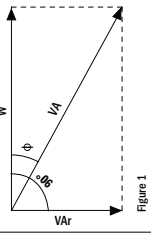

Figure 1
Alle Entladungslampen, wie z.B. die Leuchtstofflampen, Queckalberho- chentladungslampen, Naturumladungslampen, Halogenmetallampent- ladungslampen usw. benötigen für ihres Betreiben die Vorschaltgeräte (Drosselspule) oder Transformatoren. Diese Einrichtungen sind im Grunde induktiv. Wenn die Entladungslampe eingeschaltet ist, nimmt sie die Schien- leistung von dem Netz aus. Diese Schienleistung (VA) hat zwei Bestandteile: einer ist die aktive Energie (W), in Wirklichkeit wird die von der Lampe zur Be- leuchtung verbraucht, zweiter ist die Reaktionsenergie (VAR), die den elektro- magnetischen Kreis des Vorschaltgerätes versorgt. Der Leistungsfaktor ist ein Verhältnis der aktiven Energie (W) zur Schienleistung (VA) (Abbildung 1).
All discharge lamps, such as fluorescent lamps, high pressure mercury vapour lamps, sodium lamps, metal halide lamps, etc., require ballasts (chokes) or transformers for their operation. These devices are inductive in nature. When a discharge lamp is switched on, it draws apparent power from the mains. This ap- parent power (VA) has two components; one is the active power (W) actually being consumed by the lamp for illuminating it, and the other is the reactive power (VAR) feeding the electromagnetic circuit of the control gear. The power factor is the ratio of the active power (W) to the Apparent Power (VA) (figure 1).